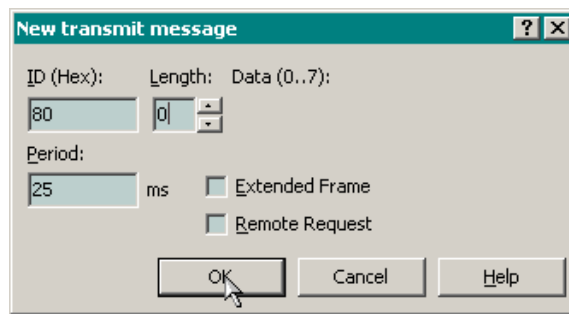
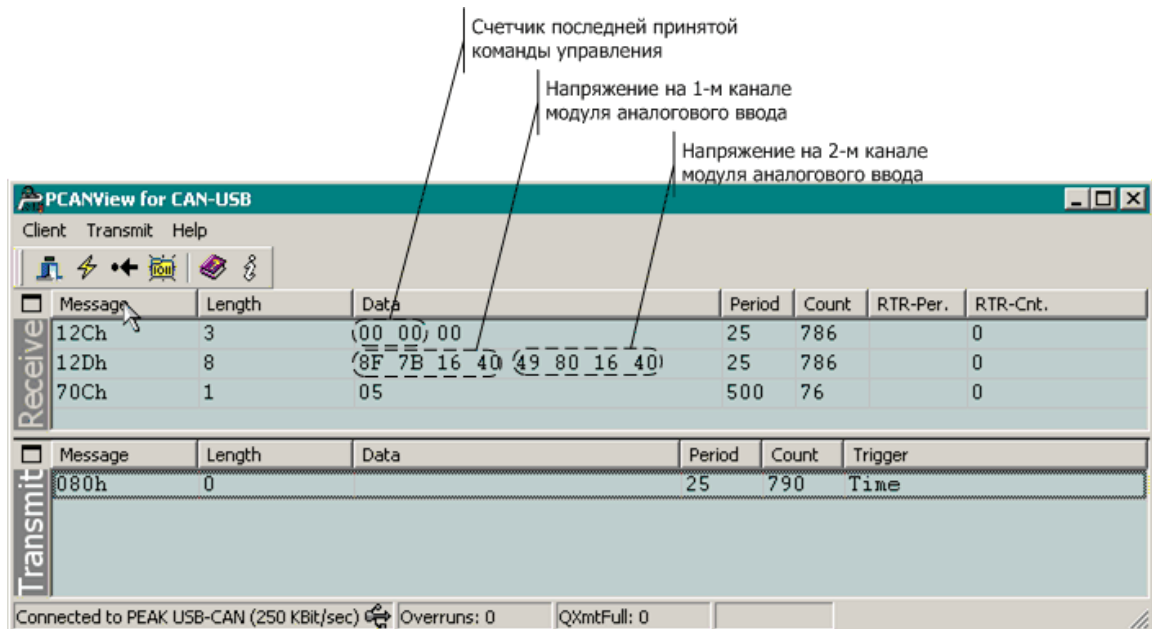

Рис. 56. Создание сообщения SYNC с периодом 25 мс
Рис. 57. Сообщения, принимаемые от контроллера
- Контроллер не передает в сеть ни одного исходящего коммуникационного объекта, поскольку в сети отсутствует мастер синхронизации. Добавьте сообщение SYNC в область отображения сообщений, передаваемых в сеть, для чего выполните команду меню **Transmit–New** и в появившейся диалоговой панели **New transmit message** введите значения параметров сообщения, как показано на рис. 56, и нажмите кнопку **OK**, закрыв диалоговую панель **New transmit message**. Содержимое главного окна PCANView USB будет выглядеть, как показано на рис. 57, а индикатор USER контроллера прекратит "мигать" красным цветом.